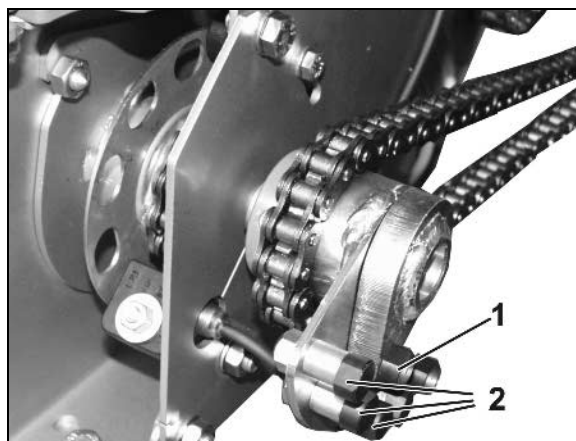

Рис. 90
Если из-за постороннего предмета произойдет блокирование дозирующего вала, срезается пластиковый болт (Рис. 90/1), а привод во избежание повреждений прерывается.
3. Возьмите запасной болт (Рис. 90/2) из крепления.